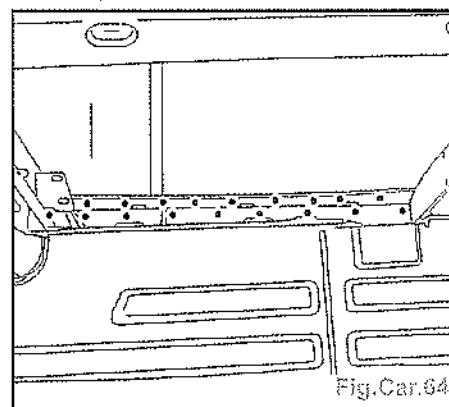

Fig. Car.64
- Souder par points bouchons MAG (Fig. Car.64).